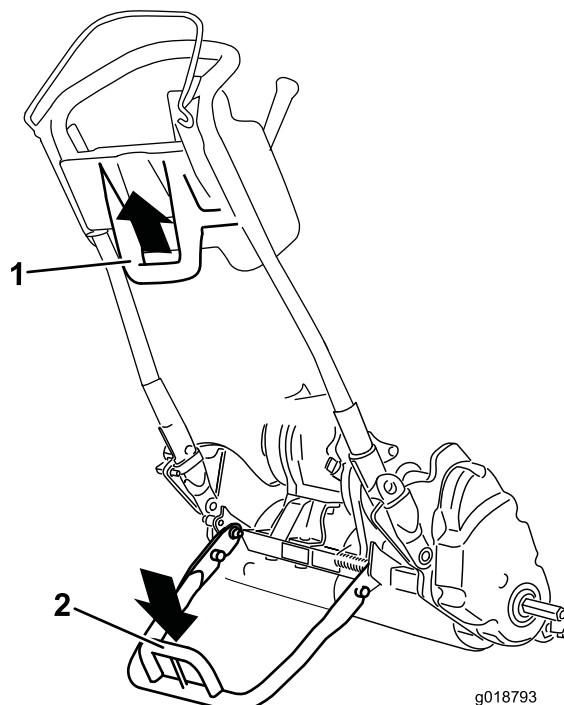

Figure 19
- Pour utiliser la béquille afin de monter les roues de transport, abaissez-la au sol et posez le pied sur l'arceau tout en tirant la machine vers le haut et l'arrière par la poignée centrale inférieure (Figure 19).